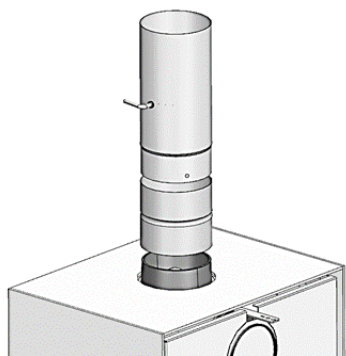

Fig. 9. Ejemplo de instalación de regulador de tiro directo
- Si dispone, además, de la regulación de tiro (opcional – Fig. 9) colóquelo en posición abierta.